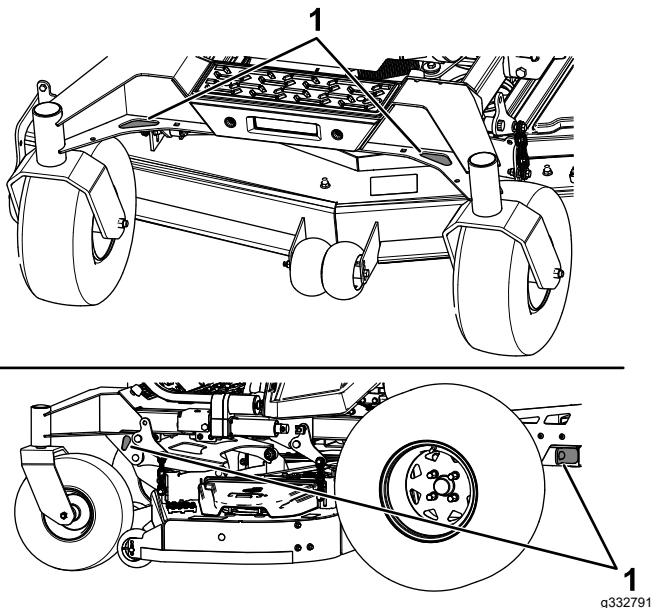

Figura 47
6. Amarre la máquina junto a las ruedas giratorias delanteras y el bastidor trasero con correas, cadenas, cables o cuerdas (Figura 47). Consulte la normativa local respecto a los requisitos de amarre.